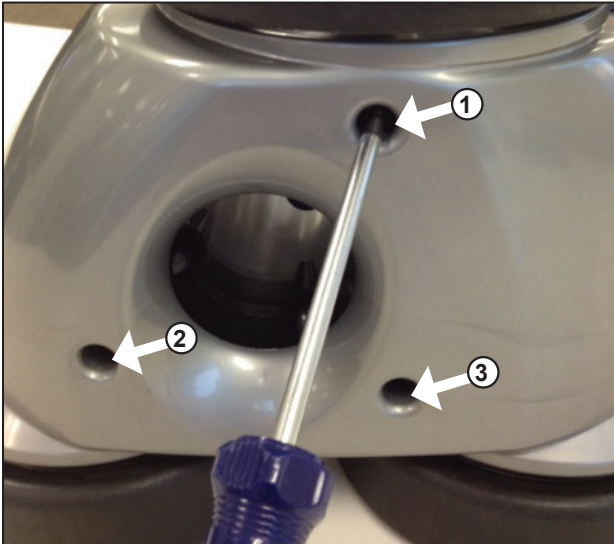

Figure 4. Retirer les trois (3) vis du boîtier inférieur
6. Desserrer les trois (3) vis de la sous-face du nettoyeur (Figure 4). Retourner le nettoyeur pour faire tomber les vis.